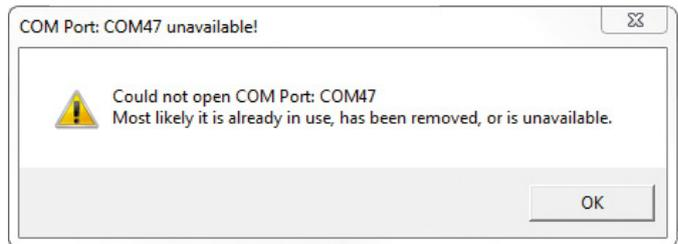
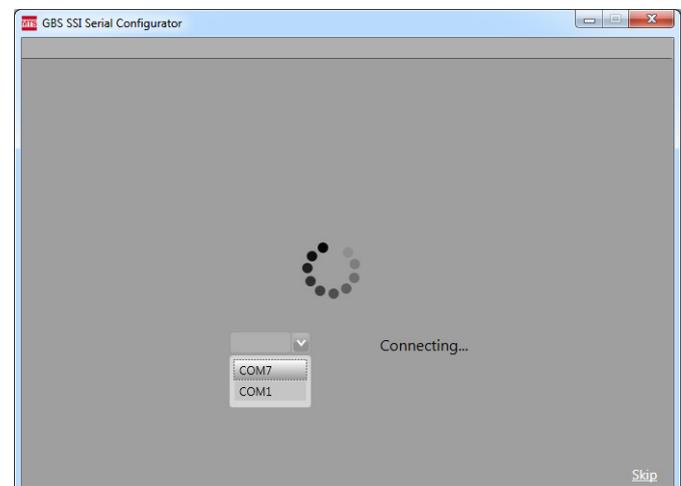
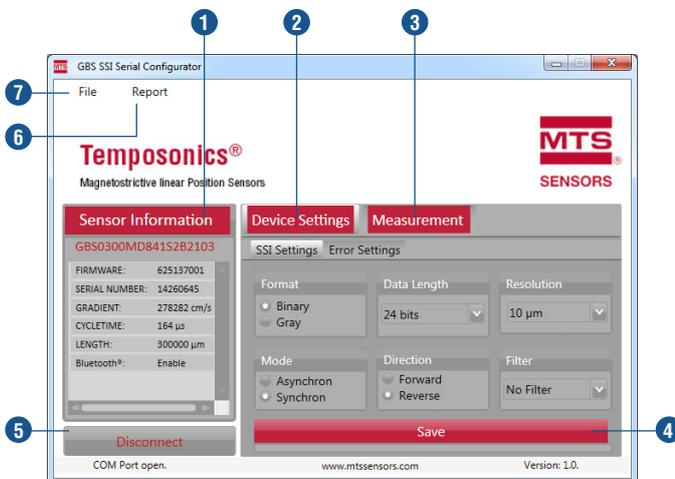

Abb. 27: Fehlermeldung COM-Port nicht verfügbar
Abb. 28: COM-Port wählen
Abb. 29: Bedienoberfläche GB Serial Configurator
Nach dem Start des Programms GBS SSI Serial Configurator baut die Software über den zuletzt gewählten COM-Port eine Verbindung auf und die Bedienoberfläche (Abb. 29) öffnet sich. Sofern der COM-Port nicht verfügbar ist, erscheint eine Fehlermeldung (Abb. 27).
Wählen Sie den korrekten COM-Port aus der Liste aus (Beispiel siehe Abb. 28). Der Sensor startet daraufhin selbstständig neu und die Bedienoberfläche öffnet sich (Abb. 29).
- 7 Unter **File** können die folgenden Einstellungen vorgenommen werden (siehe auch Abb. 29):
SSI Settings (Abb. 29)